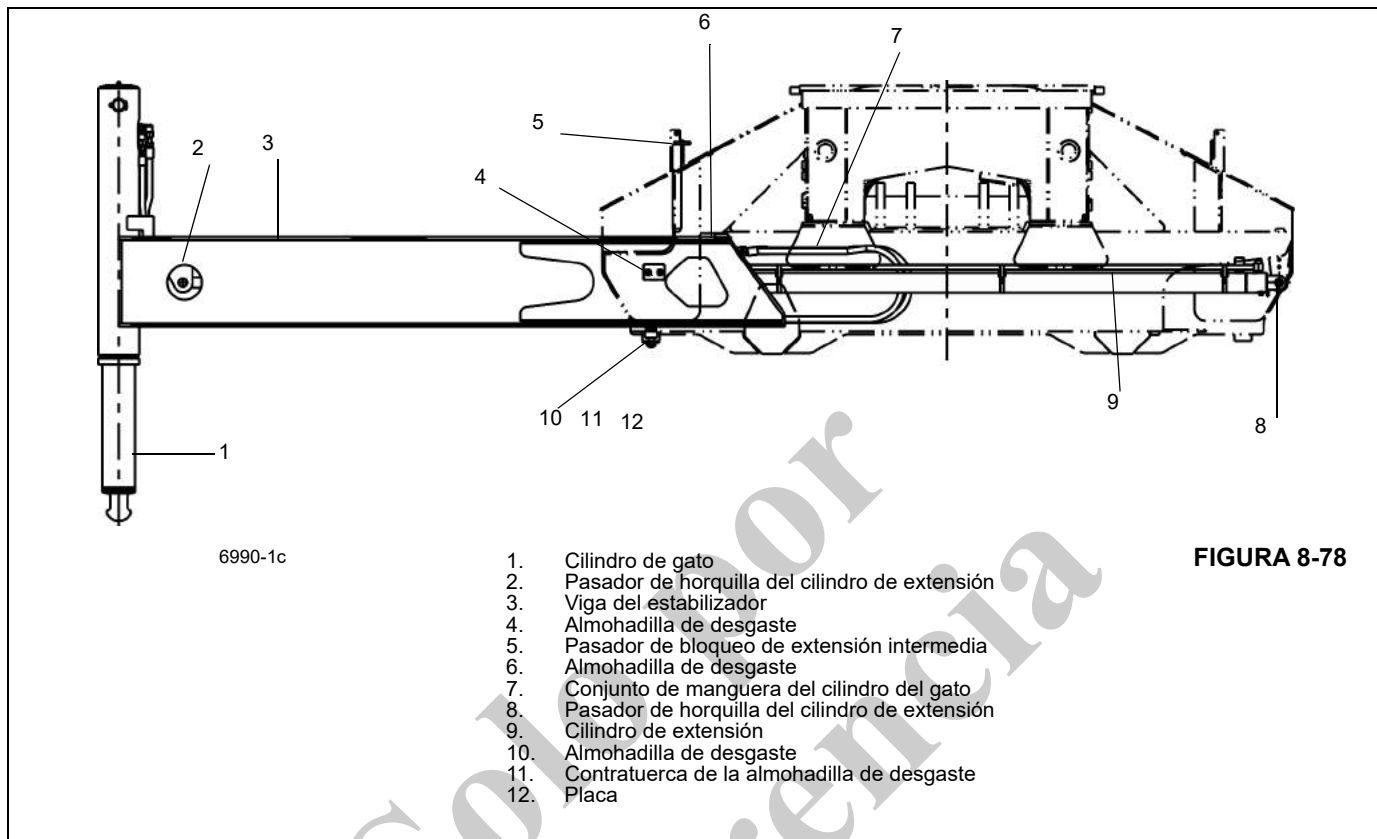

FIGURA 8-78
6. Afloje la contratuerca de la almohadilla de desgaste en la almohadilla de desgaste ajustable inferior y aleje la almohadilla de desgaste de la viga. (Figura 8-78).